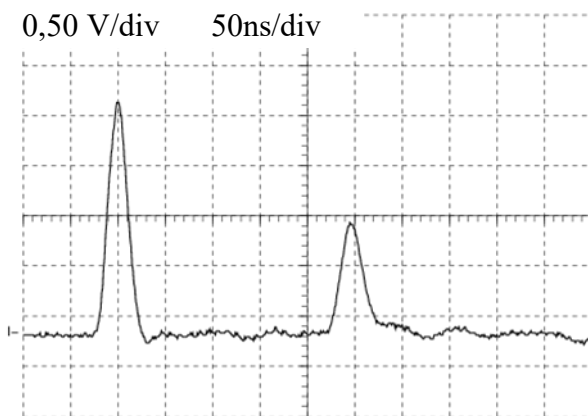
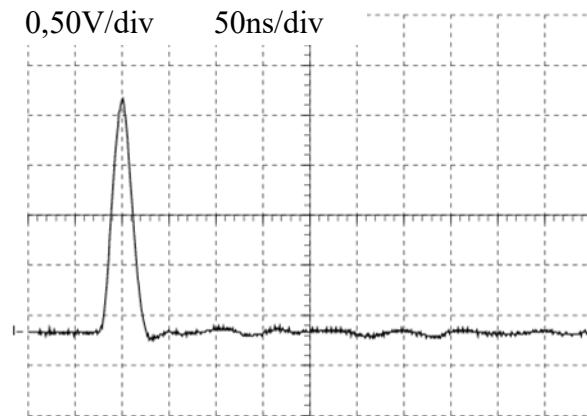

Figure 1 - $R = 300 \Omega$
Figure 2 - $R = 104 \Omega$
Les chronogrammes de la **figure 1** et de la **figure 2** ci-après ont été obtenus en entrée de la ligne pour deux valeurs de résistance R :
4. Déterminer la valeur du coefficient de réflexion $\rho(L)$ en bout de ligne pour la figure 1.